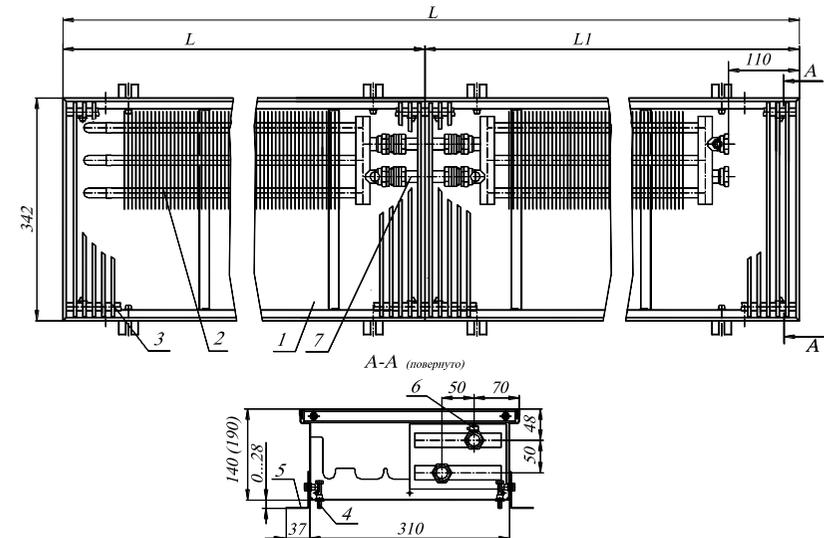

Рис. 1 Конвектор КРК 34.14(19).310...600 концевой
4.1. Каждая секция конвектора имеет следующие основные элементы (см. рис.1):
4.4. Размеры и технические характеристики изделий представлены на Рис.1, 2 и в таблице 1.